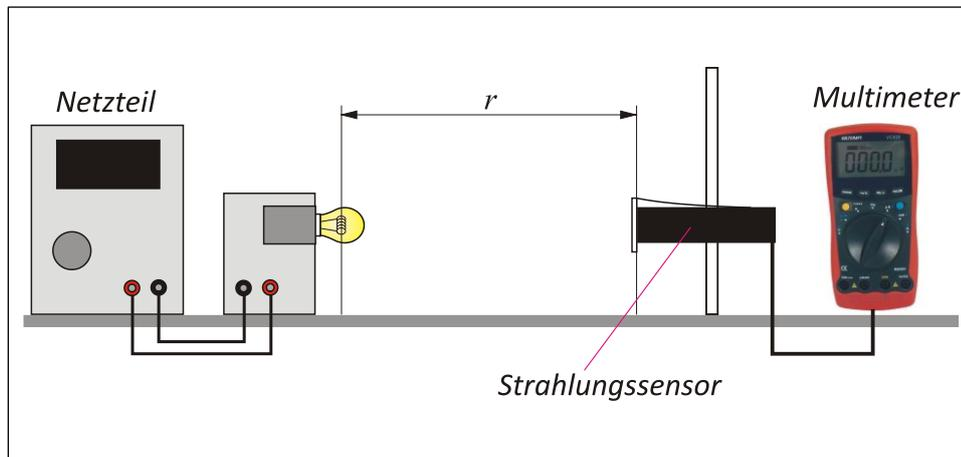

Bild 3: Versuchsaufbau Aufgabe 2
- Bauen Sie die Versuchsanordnung entsprechend **Bild 3** auf.
Der Versuchsaufbau entspricht dem der **Aufgabe 2 (Bild 3)** mit konstantem Abstand $r=6\text{ cm}$, Strom- und Spannungsmessung sind im stabilisierten Labornetzgerät (*DIGI 40*) integriert.